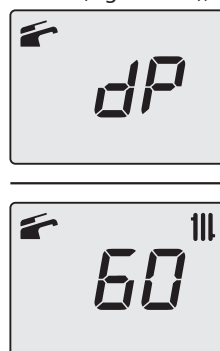

Figura 9.26
- Premendo ulteriormente il tasto 15 (Figura 9.20) è possibile variare nuovamente la potenza in modalità spazzacamino: con visualizzazione sul display LCD delle lettere **dP** che si alternano con il valore di temperatura dell'acqua di riscaldamento (es.**60**), siamo "funzione spazzacamino" alla potenza massima in sanitario (Figura 9.26);